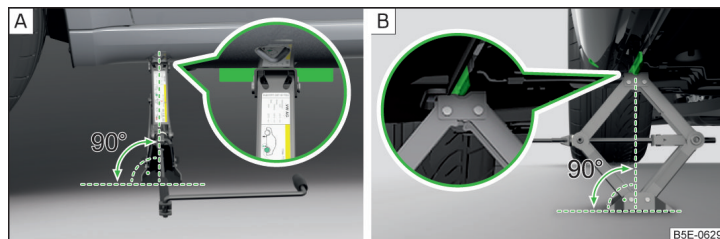

Fig. 308 Colocar el gato
- Apoye la placa de base del gato con toda la superficie en un suelo recto de la manera que el gato se encuentra en posición vertical respecto a la travesa de toma » fig. 308 - **A**.
- Gire el gato con la manivela hacia arriba hasta que la garra se encuentre en el larguero » fig. 308 - **B**.